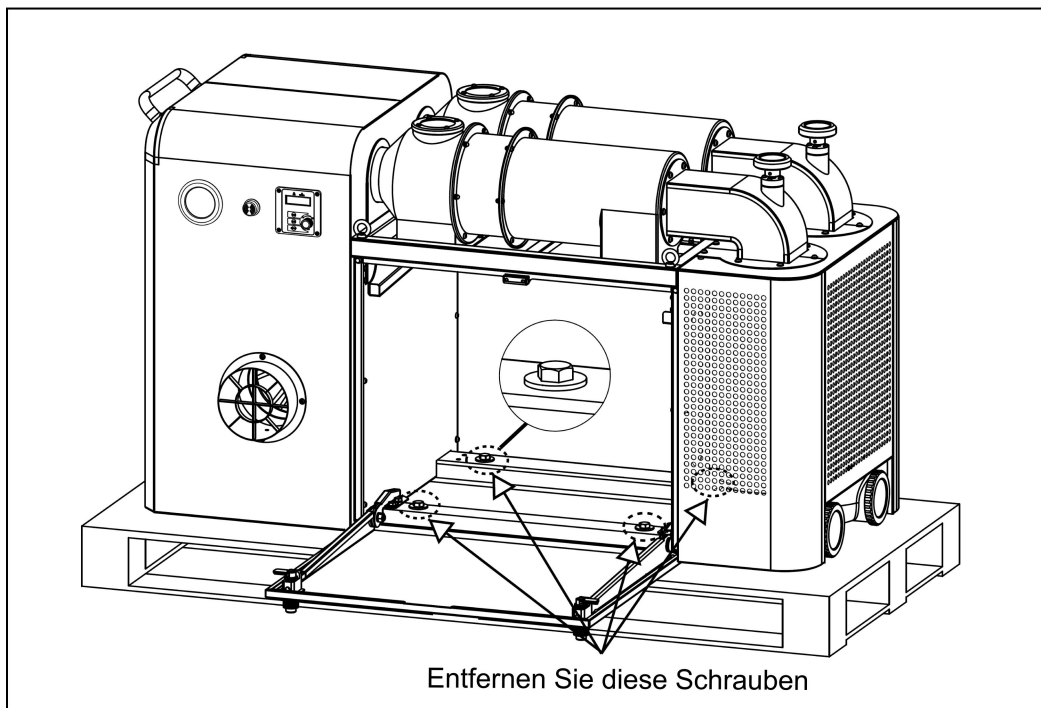

Abb.8
Schritt 1: Wie in **Abb.8** angezeigt, finden Sie vier Sechskopfschrauben unten, entfernen Sie diese Schrauben.